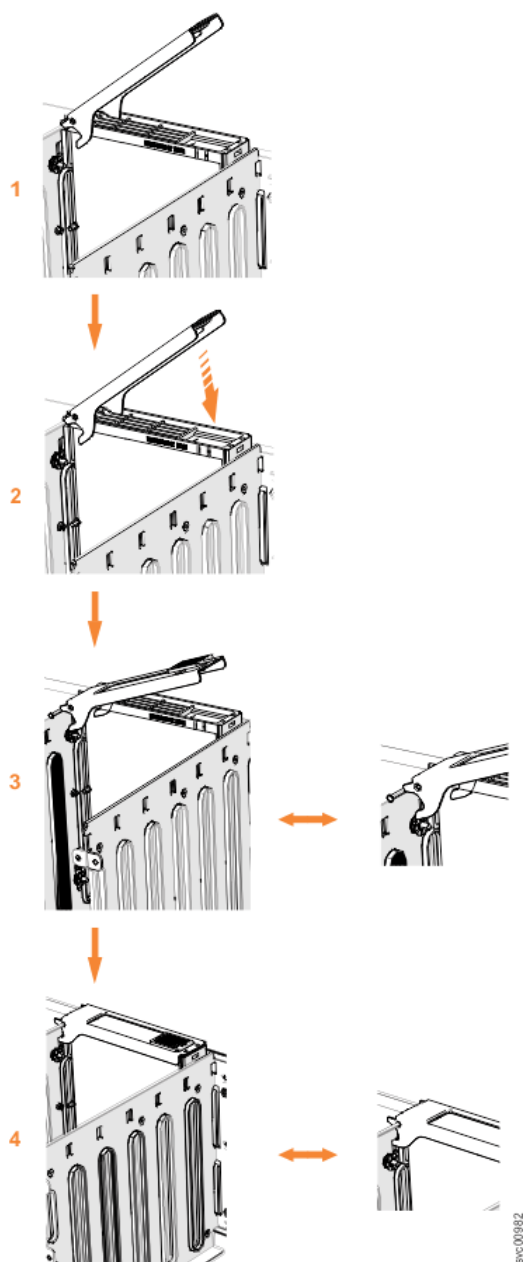

图 85. 更换驱动器
5. 确保驱动器组合件的驱动器手柄（第 66 页的图 85 中的 **1**）处于打开（解锁）位置。
7. 向下轻轻推动驱动器直到其停止，滑锁的底部应当与隔板的顶部对齐。确保手柄与驱动器支架之间的夹角不超过 45 度。（第 66 页的图 85 中的 **2**）。
8. 向下旋转手柄，以将驱动器组合件锁定到机箱中（第 66 页的图 85 中的 **3**）。
10. 确保滑锁的顶部引脚也完全咬合（第 66 页的图 85 中的 **4**）。